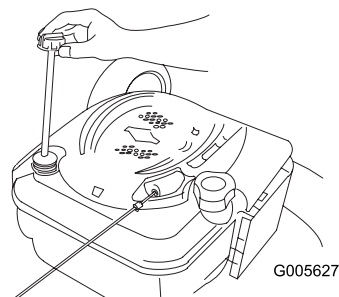

Figura 33
4. Versate **lentamente** l'olio nel tubo di riempimento finché non raggiunge il segno di pieno sull'asta (Figura 33). **Non riempite troppo.** (Riempimento massimo: 0,59 litri, tipo: olio detergente SAE 30W con service classification API SF, SG, SH, SJ, SL o superiore.)